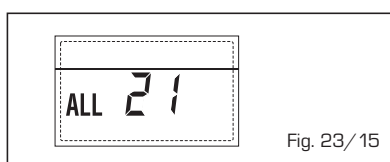

Fig. 23/15
- INTERVENCIÓN TERMOSTATO DE SEGURIDAD SEGUNDA ZONA MEZCLADA "ALL 22" (fig. 23/16)